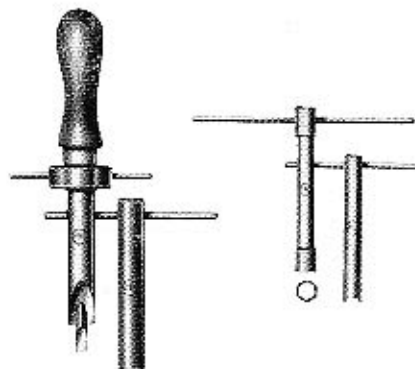

Abb. No. 11. Spezialschlüssel FN 3284 und Steckschlüssel FN 4369 (für $\varnothing 125$ FN 4321)
3. Mit Hilfe des Spezialschlüssels FN 3284 (Abb. No. 11) Schraubenmutter M8 im Kollektordeckel lösen. (Bei Anlassern mit $\varnothing 125$ mit gewöhnlicher Schraubenmutter M6 einen Steckschlüssel verwenden).